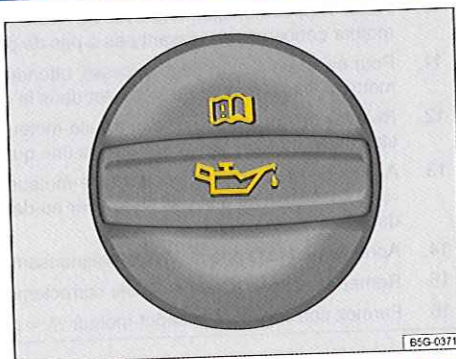

Fig. 228 Dans le compartiment-moteur : bouchon de l'orifice de remplissage d'huile-moteur.
4. Identifiez l'orifice de remplissage d'huile-moteur et la jauge d'huile. L'orifice de remplissage d'huile-moteur se reconnaît au symbole  figurant sur le couvercle ⇒ fig. 228 et la jauge d'huile à la poignée de couleur. En cas de doute sur l'emplacement du bouchon et de la jauge d'huile, rendez-vous dans un atelier spécialisé.
9. Dévissez le bouchon de l'orifice de remplissage d'huile-moteur ⇒ fig. 228.